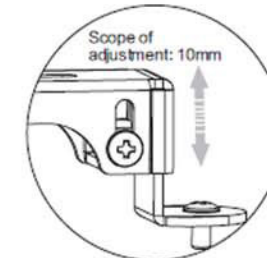

figure 16
- 4.) Wenn sich die Befestigungspunkte nicht auf einer Ebene befinden nutzen Sie bitte die Einstellschrauben der Haltearme um den Versatz auszugleichen (figure 16).